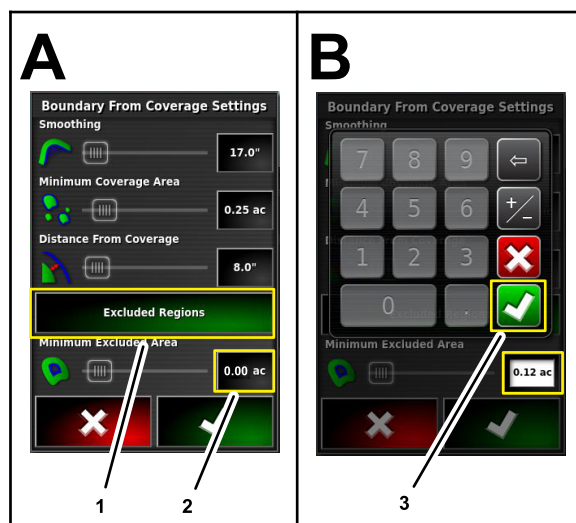

图 54
6. 按“排除区域”图标图 54 为未喷洒的覆盖范围面积创建边界。
7. 按“最小排除面积”设置的数字图标图 54。使用显示屏键盘输入一个值然后按“确认”图标。